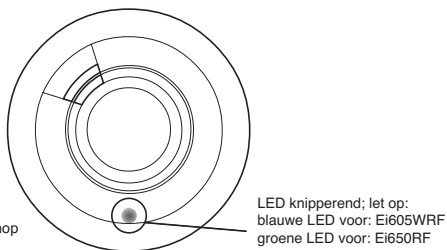

Fig 7
6. Wanneer de huiscode ingesteld is, knippert de blauwe of groene LED op de bovenkant van de melder (zie fig. 7) elke 5 seconden om aan te geven: